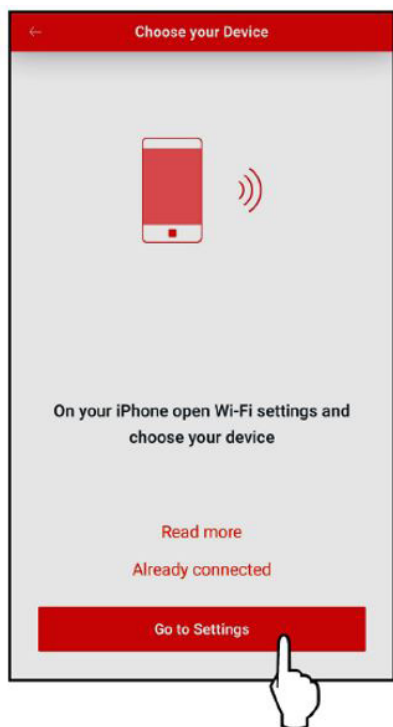

Figure 97. Sélectionner les paramètres
4. Appuyez sur le bouton "Go to Settings" sur l'écran "Choose your Device". Voir Figure 97.